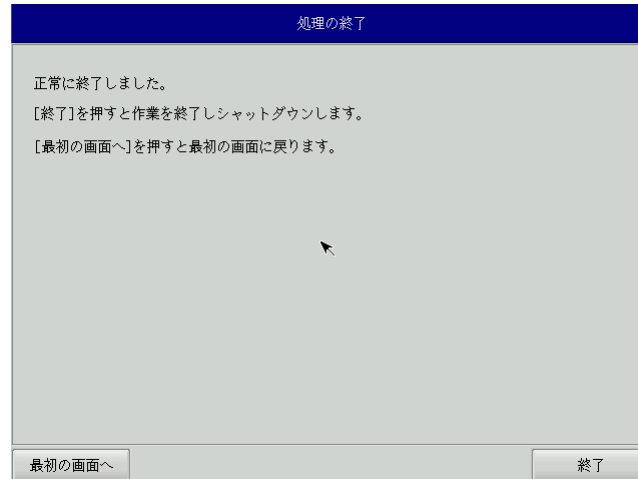

図 6-4-6. 終了画面
- ⑪ 終了画面 (図 6-4-6) が表示されるとシステム復旧作業は完了です。[終了]ボタンを押して電源を落とし、DVDドライブ、保存メディアを外します。